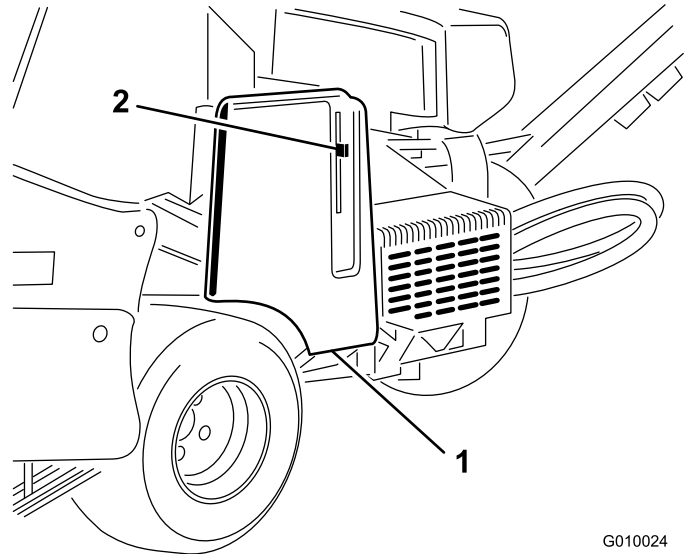

Рисунок 6
1. Найдите отверстие в крышке ремня рядом с рычагом защелки (Рисунок 6 и Рисунок 7).